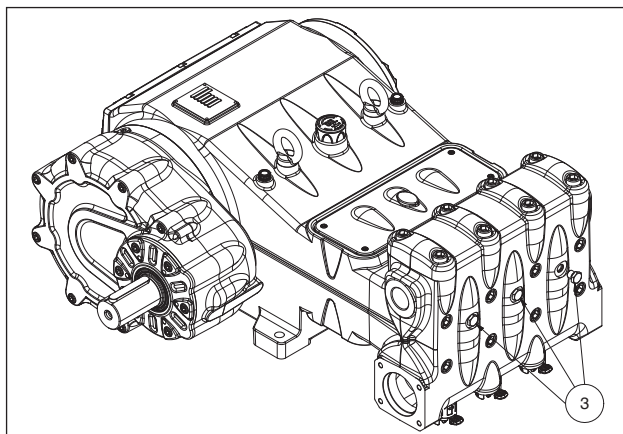

Abb. 11
Bei etwaigen Ansaugproblemen durch unzureichende Versorgung können Sie die drei frontseitigen Verschlüsse abnehmen (nicht bei Version MK240), siehe Pos. ③ Abb. 11.